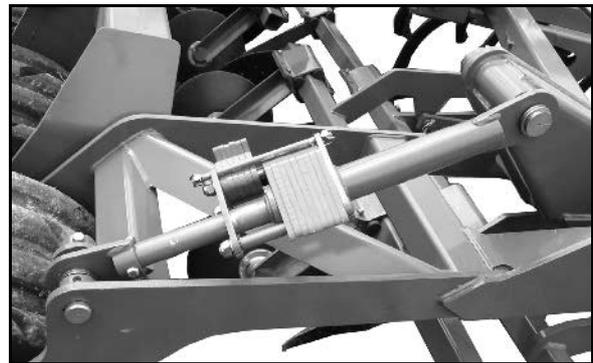

Fig. 49
- den Einstellelementen der Heckwalze links und rechts (Fig. 49),